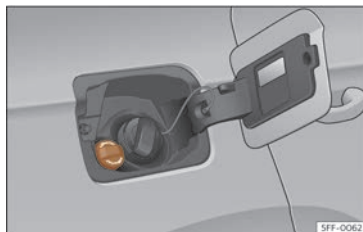

Fig. 217 Bouchon de la goulotte de remplissage du réservoir d'AdBlue®.
- Ouvrez la trappe à carburant >>> **fig. 217.**
- Dévissez le bouchon de l'orifice de remplissage de SCR >>> **fig. 217.**